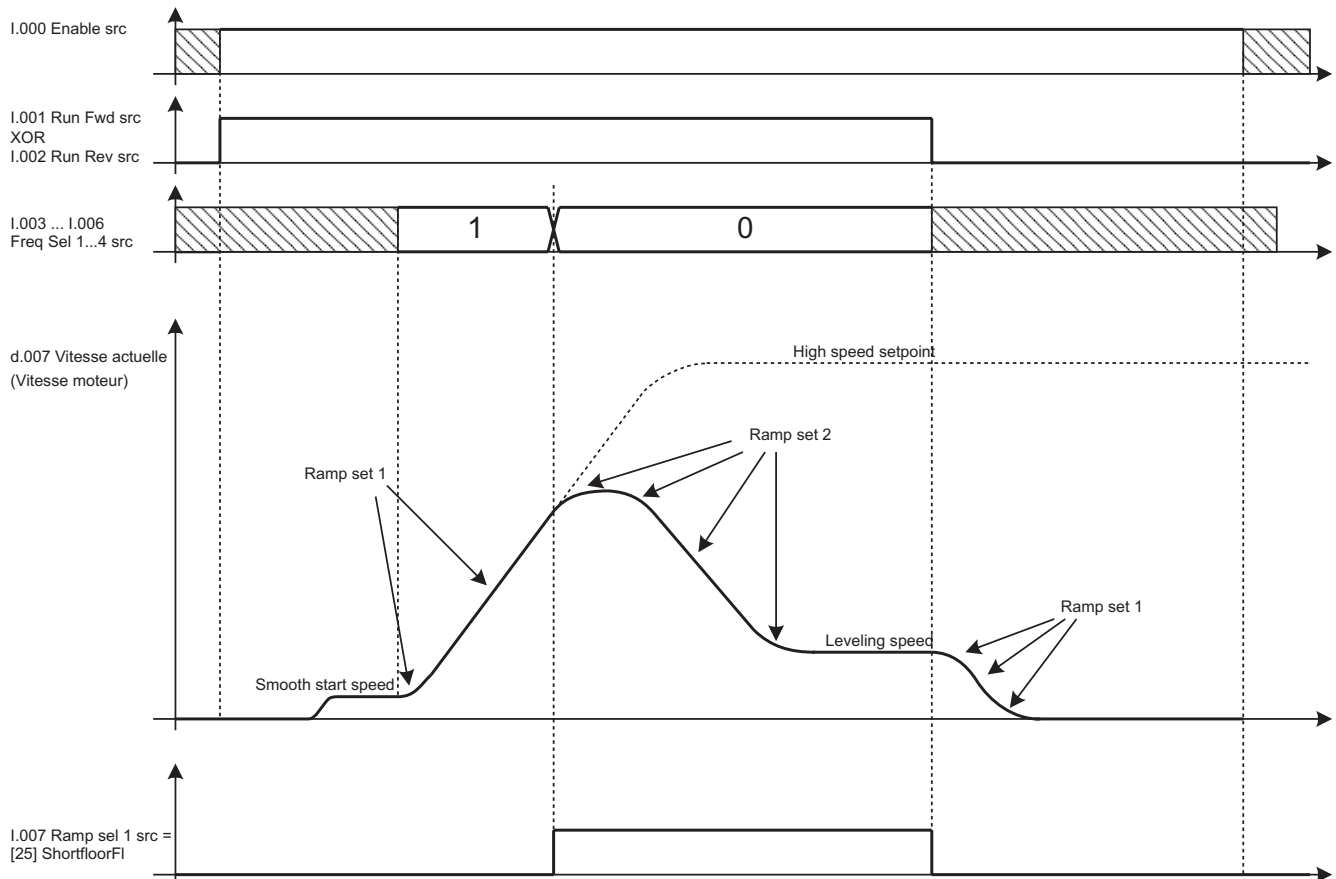

Fig. 7.5 – Séquence Etage court
**Ramp Sel 1 ... 2 src** Le code binaire défini par la condition de ces signaux, sélectionne le jeu de paramètres pour le profil de rampe (jerk, accélération et décélération). Par défaut, le premier sélecteur de rampe est commandé par **ShortFloorFI** (voir chapitre 7.3), alors que le deuxième sélecteur de rampe est fixé sur FALSE. Par conséquent, le premier ensemble de rampes est généralement activé et le variateur passe automatiquement au deuxième ensemble de rampes lorsqu'un étage court est localisé (voir figure 7.5).